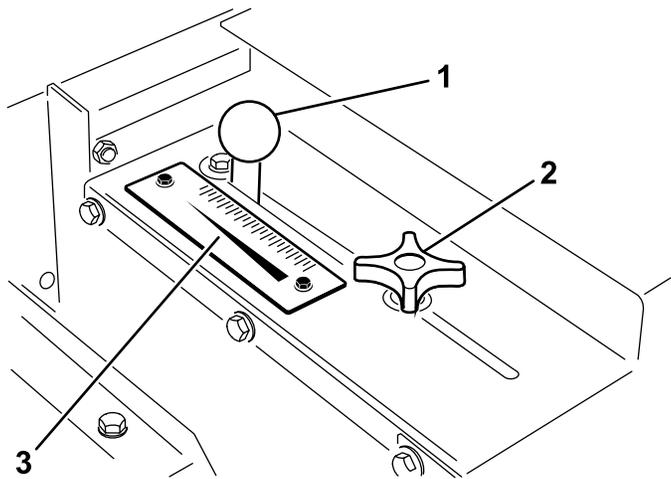

图 20
1. 充分旋松锁定旋钮图 20 以便旋钮可在槽中自由滑动。
2. 将放料门旋钮图 20 设置到所需位置并拧紧锁定旋钮以固定调整。
用施用率刻度表图 20 确定所需的流速。请参阅 沙子施用率 \(页码 15\)。